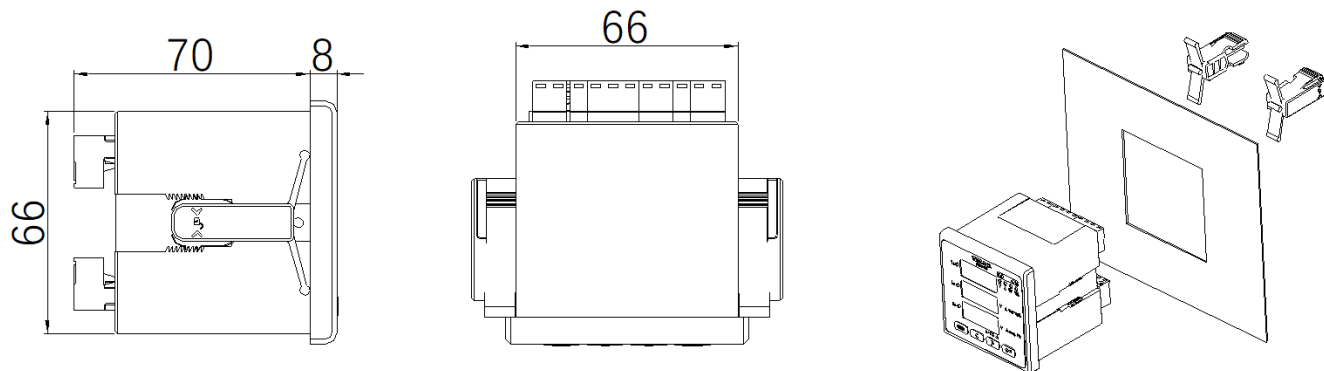

图 3
4.3 72×72 表型，面框尺寸(mm)：72×72 开孔尺寸(mm)：67×67 进柜体深度(mm)：70 (见图 3)